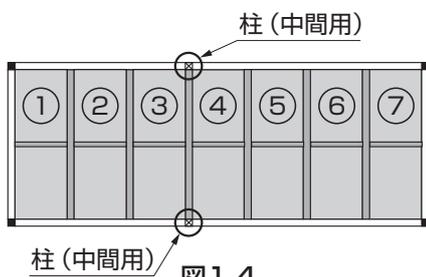

図1-4
- 柱間の屋根材が5スパンを超える場合は、5スパン(150フレームは6スパン)以内になる位置に柱(中間用)を設置します。(図1-4参照)